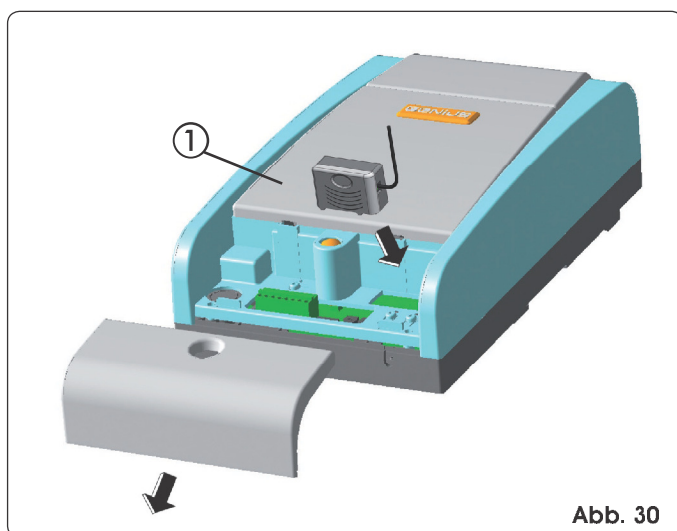

Abb. 30
Das elektronische Steuergerät ist mit einem zweikanaligen integrierten Entschlüsselungssystem, ausgestattet. Dank dieses Systems können, über ein zusätzliches Empfängermodul (Abb. 30 Bez. ①) und Funksteuerungen mit derselben Frequenz, sowohl die vollständige Öffnung (OPEN A) als auch die Teilöffnung (OPEN B) der Automation durchgeführt werden.